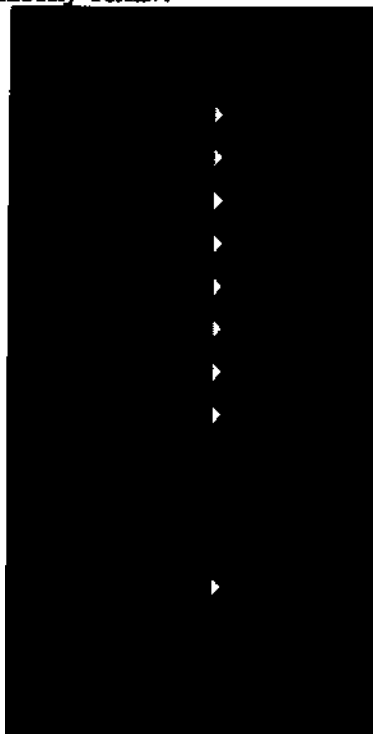

Рисунок 58. Метки тела.
3. Выбрать «Метки тела» ("Body Marks") и открыть связанный список (Рисунок 58).